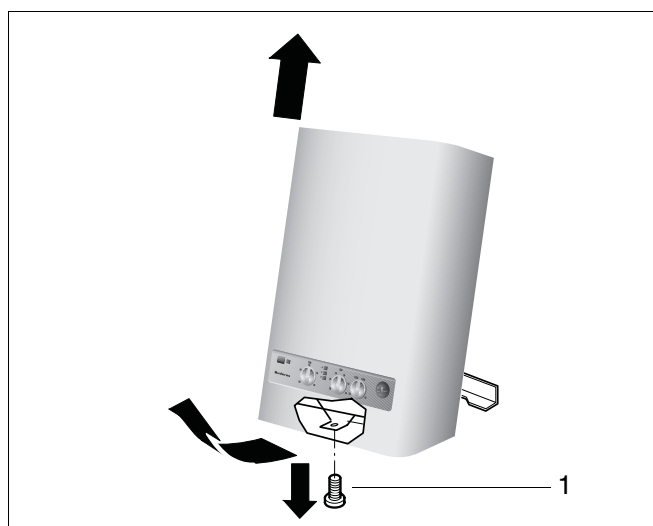

Fig. 15 Se scoate capacul
- Se desfac șuruburile de prindere (fig. 15, poz. 1).